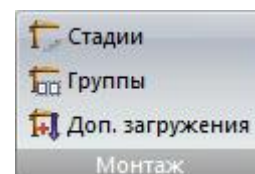

Рис. 70. Панель
- **Монтаж** (рис.70) – задание информации для компьютерного моделирования процесса возведения сооружений, которое предусматривает монтаж и демонтаж элементов, изменение условий закрепления конструкций или сопряжения элементов между собой.
Панель **Монтаж** (рис.70) содержит следующие команды: